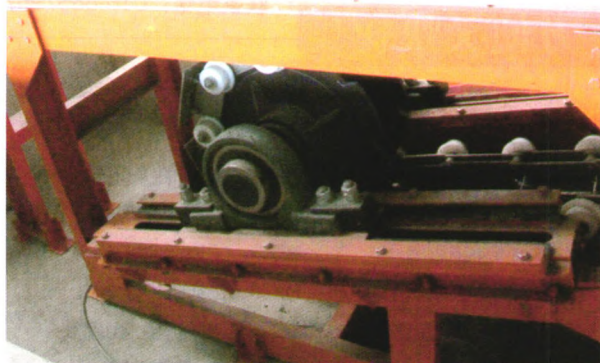

图3 驱动张紧骨架
(1) 驱动张紧骨架 采用型钢焊接而成, 主要受力方向加有斜撑, 能提供足够的强度和刚度, 地脚采用可调节高度的装置, 安装方便 (见图3)。